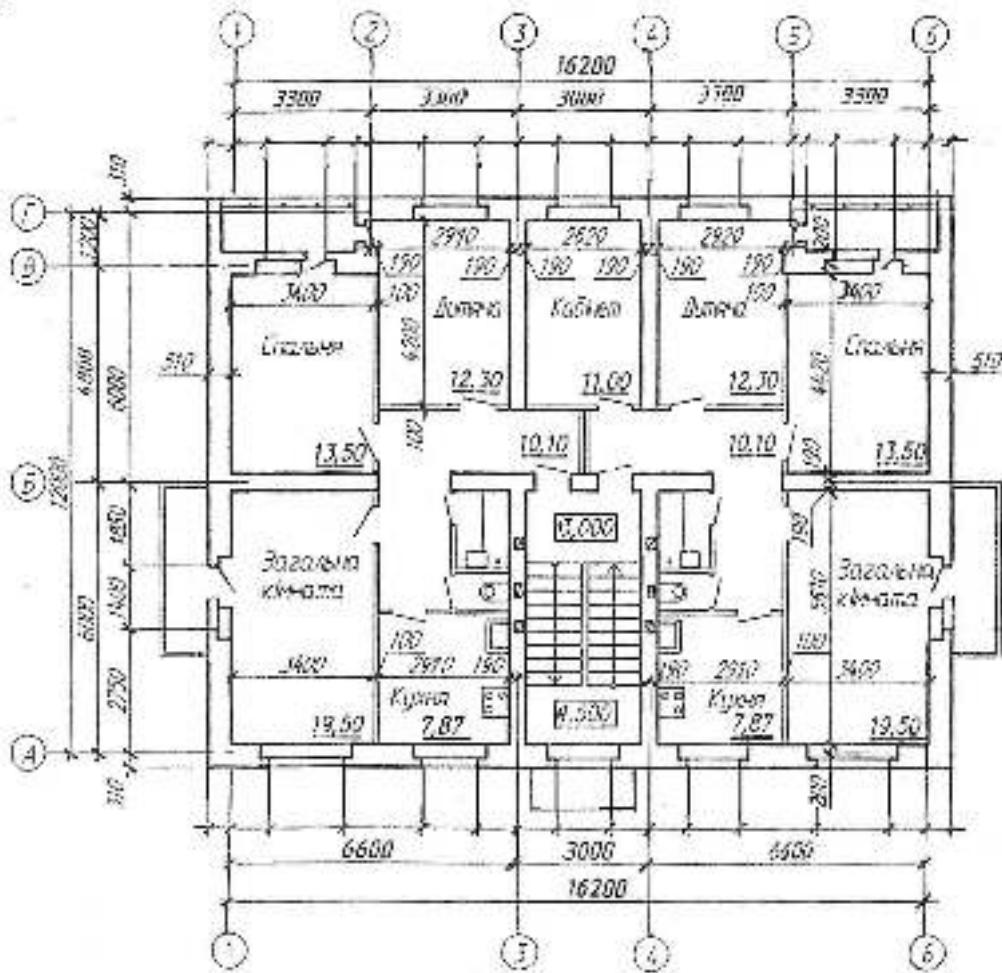

Рис. 25 – завдання № 12.
1. Для виконання завдання треба формат А3 (420x297 мм), зробити кресленик плану будівлі (рис. 25).